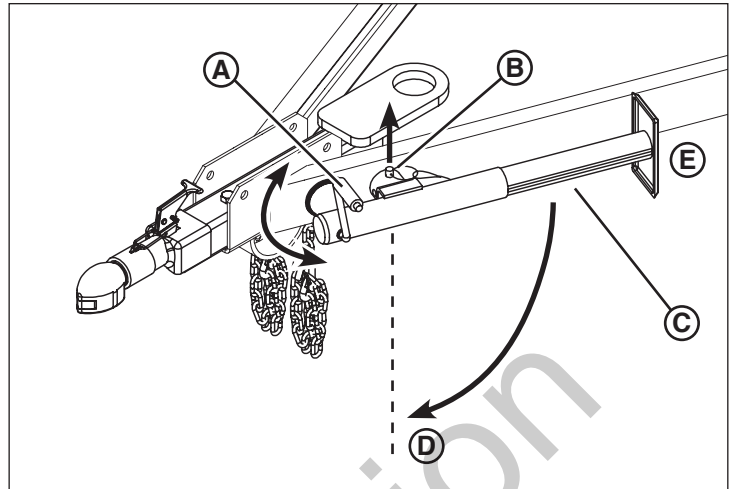

Figure 12
1. Pour soulever la flèche, tourner la poignée (A, Figure 12) dans le sens horaire pour allonger le vérin.
2. Tirer la goupille de dégagement rapide du vérin de flèche (B, Figure 12) dans le trou de blocage afin de pouvoir faire tourner le vérin (C).
- Position de soutien de la remorque – verticale avec le patin de support en bas (D, Figure 12).
- Position de transport – horizontale avec le patin de support vers l'arrière (E).